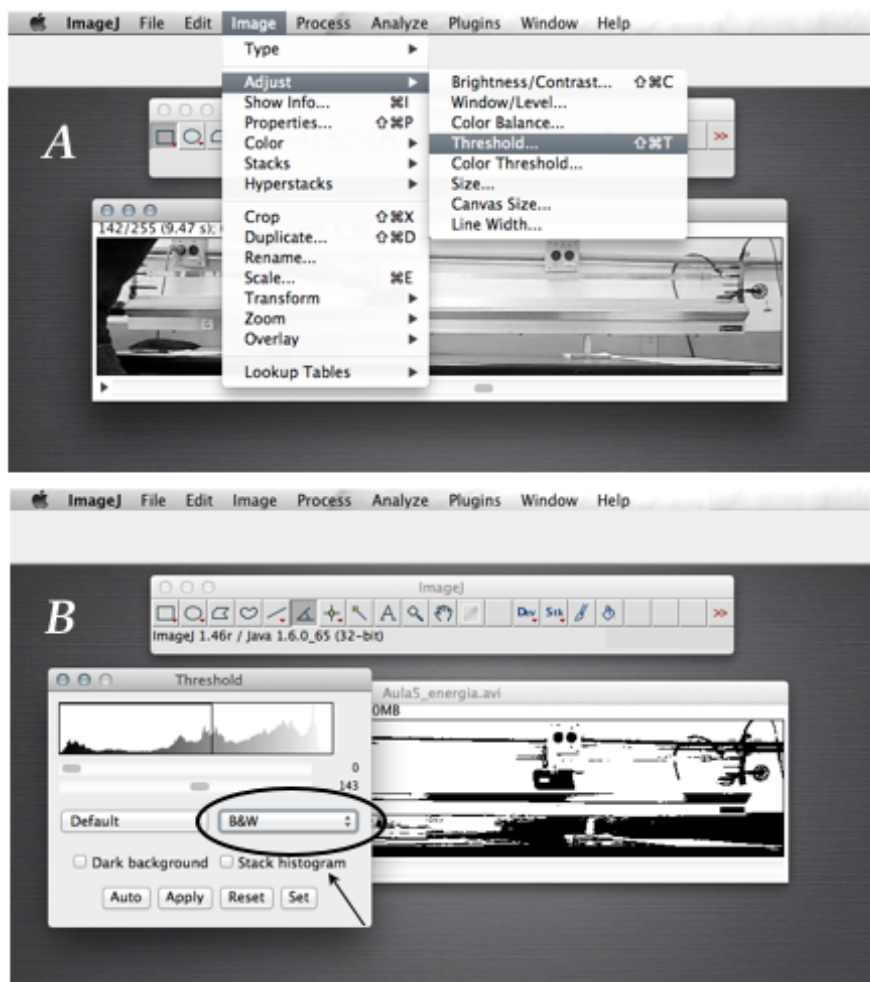

Figura E.9: ImageJ: conversão da imagem em preto e branco (B&W).
6. Agora a imagem ficou em escala de cinza. O próximo passo é "binarizar" a imagem, ou seja colocá-la em preto e branco de forma tal que o papel branco sobre o carrinho preto fique destacado. Para isto, escolha "Image" no menu principal, logo "Ajust" e clicar sobre "Threshold" (ver Figura E.9-A). Uma outra janela vai ser aberta. Nesta janela escolher a opção preto e branco (B&W) como indicado na Figura E.9-B.